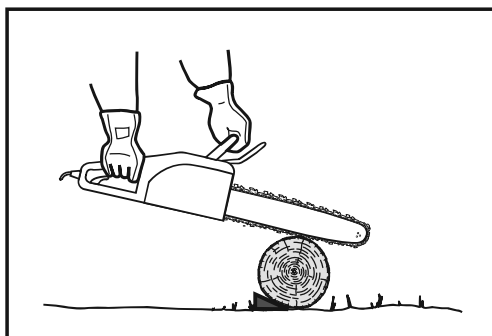

Fig. 34
6. Si el diámetro de la madera es lo suficientemente grande como para insertar una cuña de seccionamiento blanda sin tocar la cadena, utilice la cuña para mantener el corte abierto y así evitar el pinzamiento (Fig. 34).